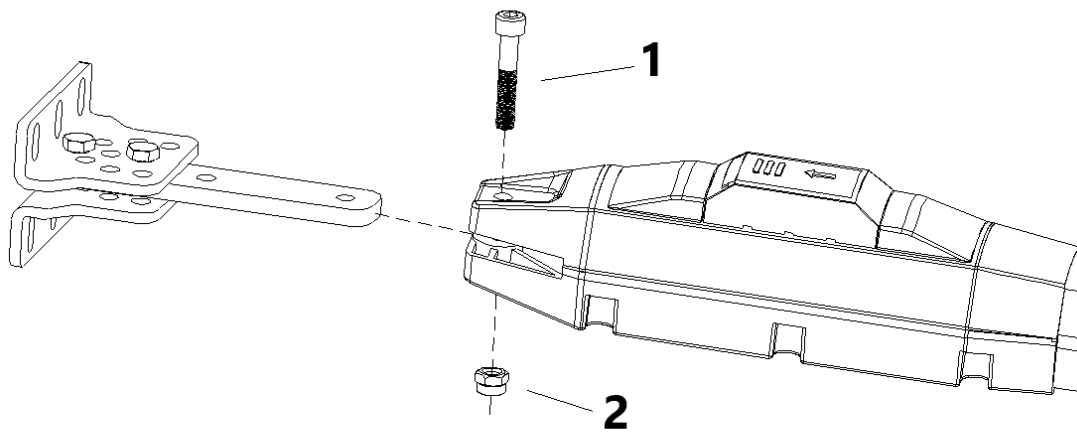

Figura 8
D) Collegare l'unità principale alle staffe di collegamento tramite vite e dado come mostrato in Figura 8.